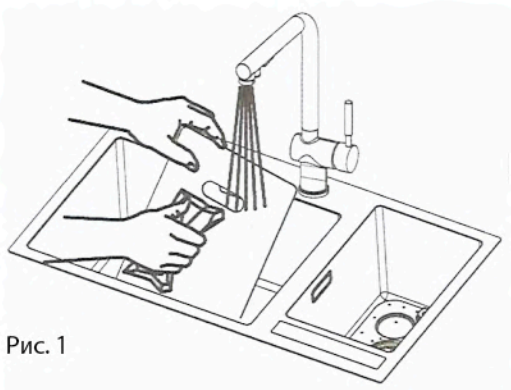

Рис. 1
2. Снимите акриловую крышку (рис. 1) и проволочную корзину (рис. 2), промойте водой и протрите губчатой салфеткой, а после чистки вытрите насухо мягкой тканью.